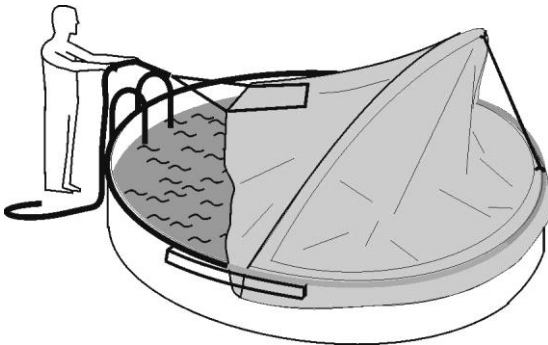

Abb. 10.2
- Cabrio Dome umklappen. Durch das Zugseil (18) muss das Umklappen kontrolliert werden. (Abb. 10.2)